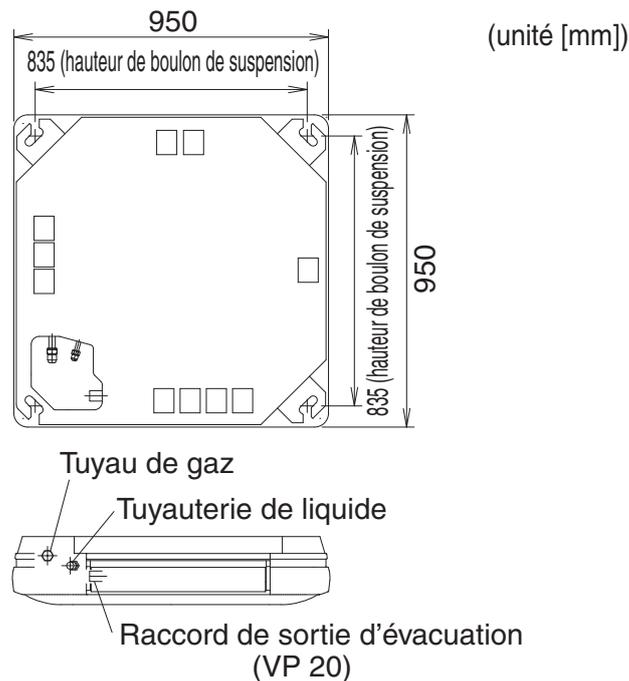
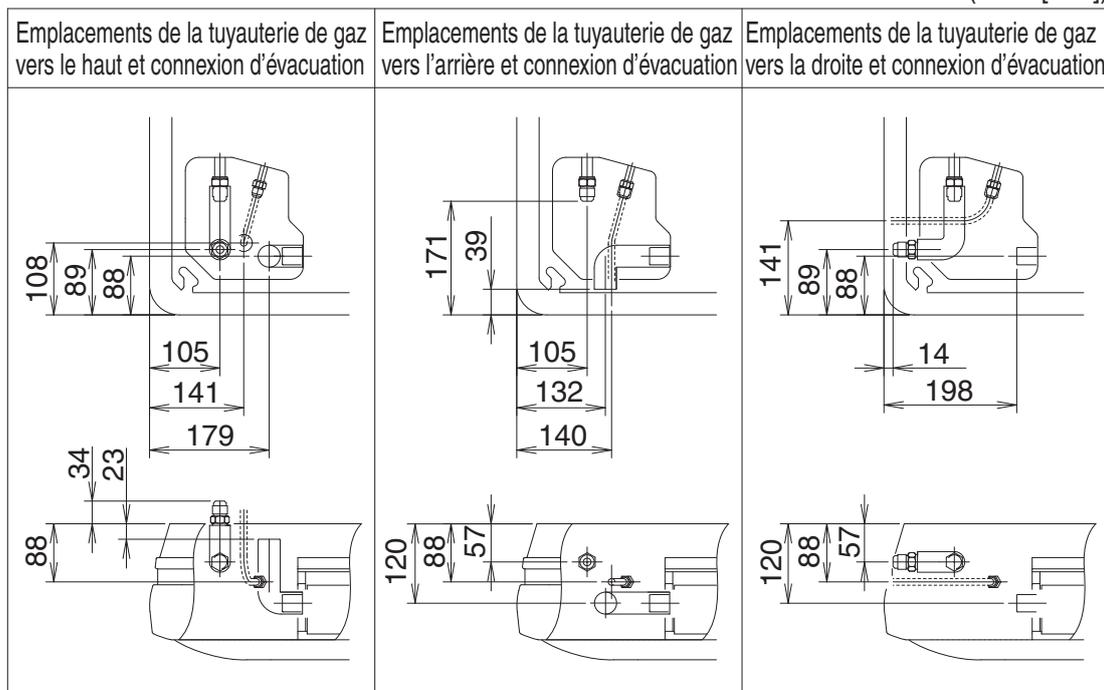

Fig. 5
Fig. 6
(1) Vérifiez l'emplacement des vis à œillets de l'unité intérieure, des tuyaux de sortie, des trous de sortie du tube d'évacuation et le câblage électrique des trous d'entrée. (Ce schéma montre la vue depuis le plafond.) (Reportez-vous à la Fig. 5 et à la Fig. 6)